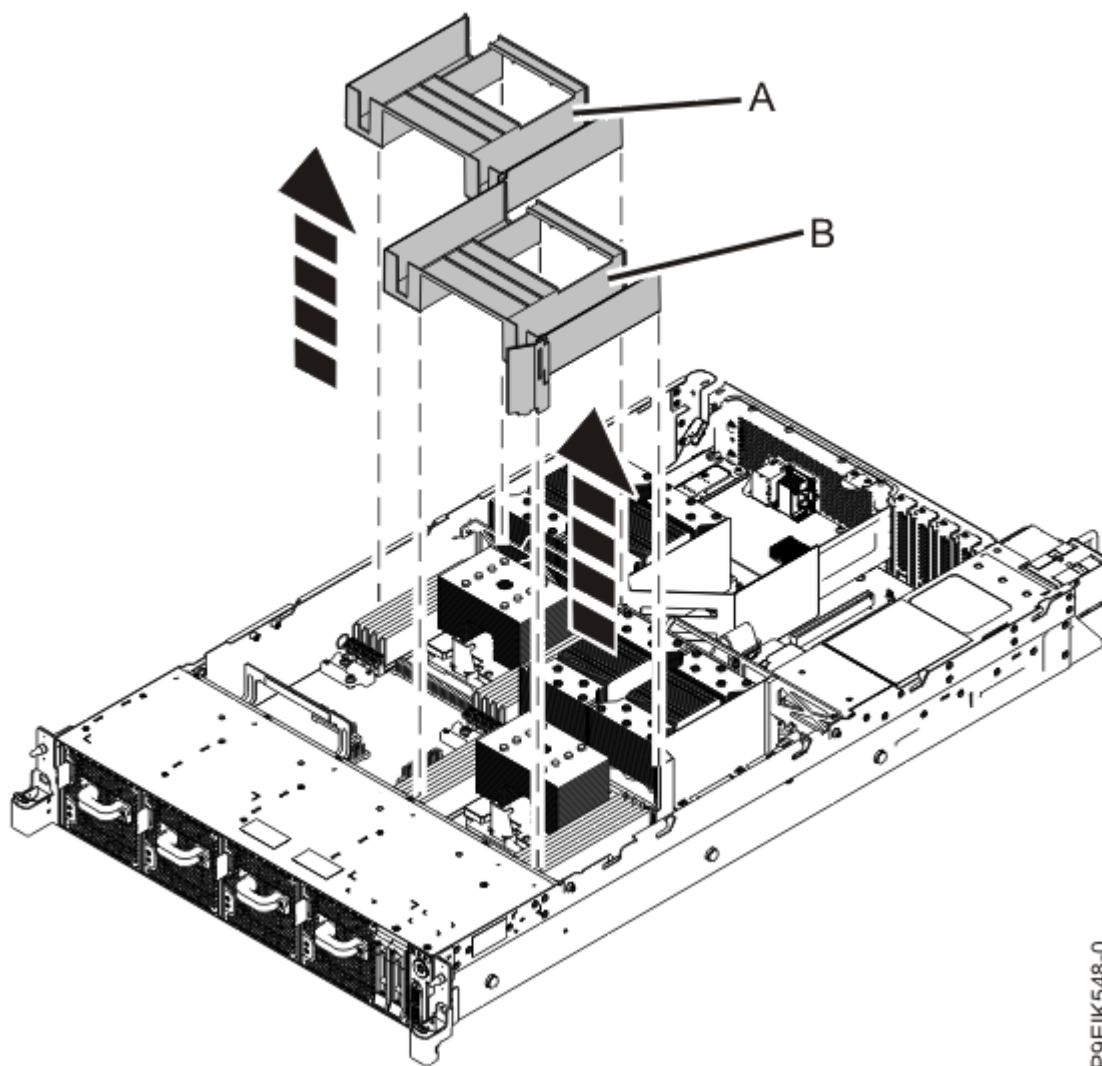

図 26. システム・プロセッサ・エア・バッフルの取り外し
2. エア・バッフル (A) および (B) を取り外します (39 ページの図 26 を参照)。